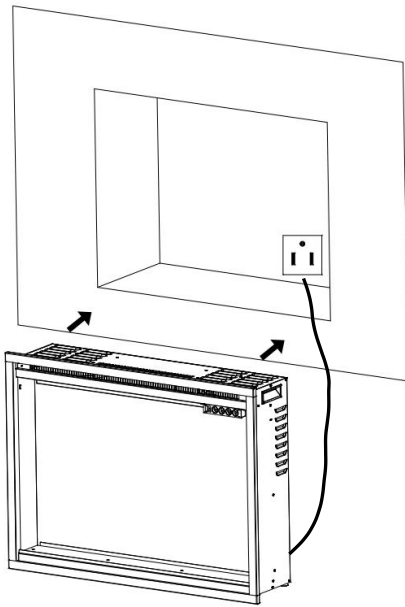
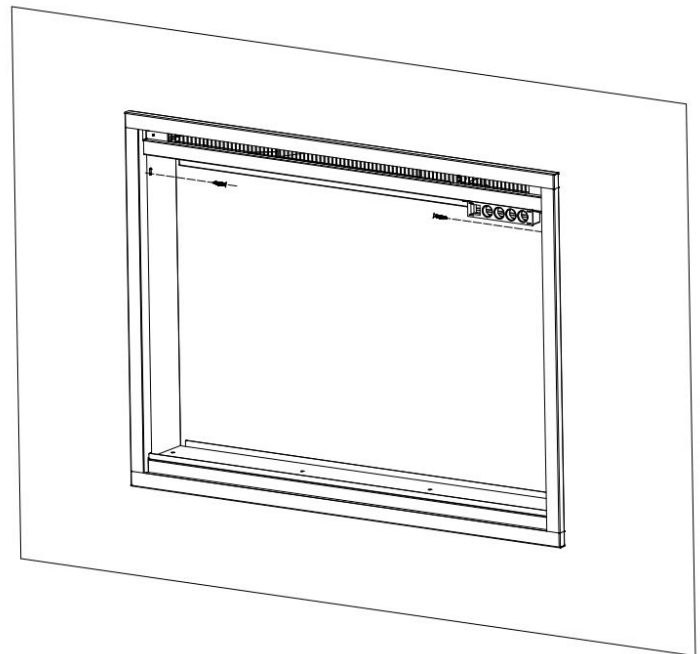

Fig. 2-1
Fig. 2-2
2. Demandez à deux personnes adultes de soulever le foyer et de l'insérer dans le cadre d'encastrement, puis de le fixer en installant **2** vis à bois (**B**) dans les trous (**Fig. 2-1, Fig 2-2**).